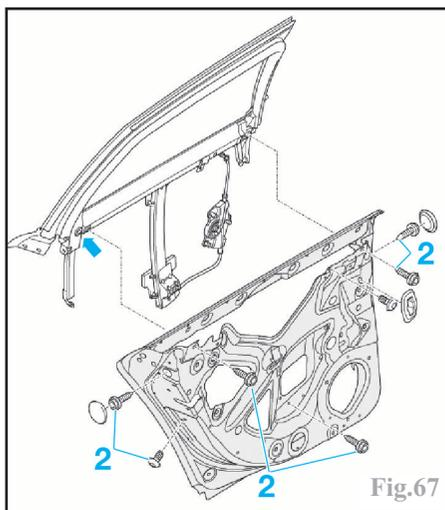

Fig.67
Déposer les fixations (2) (Fig.67).